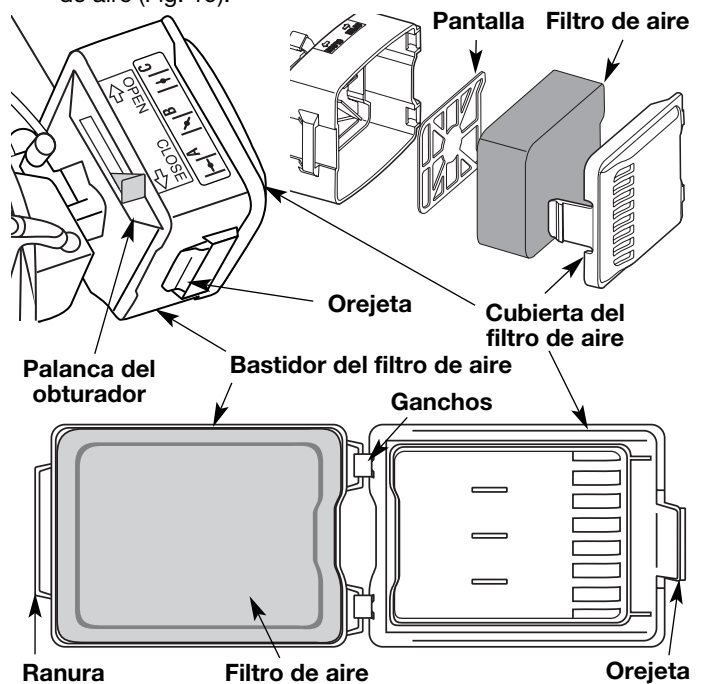

Fig. 19
1. Abra la cubierta del filtro de aire. Empuje la orejeta del lado izquierdo de la cubierta hacia adentro, gire la cubierta del filtro de aire hacia afuera y sepárela del bastidor del filtro de aire (Fig. 19).
2. Saque el filtro de aire y la pantalla que está detrás del mismo (Fig. 19).
6. Vuelva a colocar el filtro (Fig. 19).
8. Gire la cubierta hacia la izquierda hasta que la orejeta de la cubierta del filtro de aire se trabaje en su lugar en la ranura del lado izquierdo del bastidor del filtro de aire (Fig. 19).